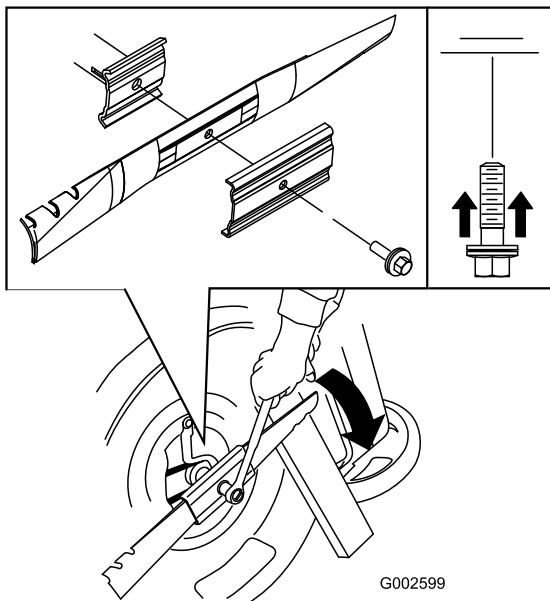

Рисунок 45
3. Используйте деревянную подкладку для неподвижного удерживания ножа (Рисунок 45).
4. Снимите нож, сохранив все крепежные детали (Рисунок 45).
5. Установите новый нож, закрепив все крепежные детали (Рисунок 45).